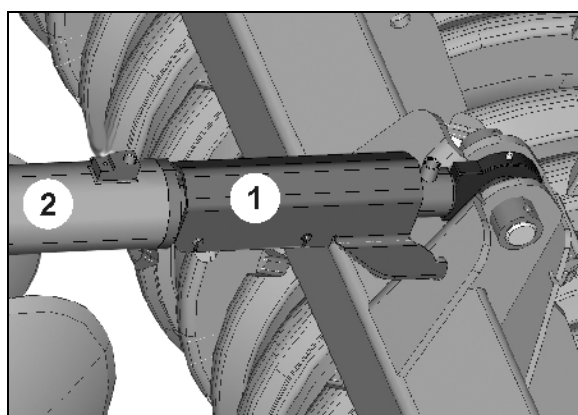

Fig. 31
1. Fastgør hydraulikcylinderen (Fig. 31/2) med indkøringslås (Fig. 31/1).